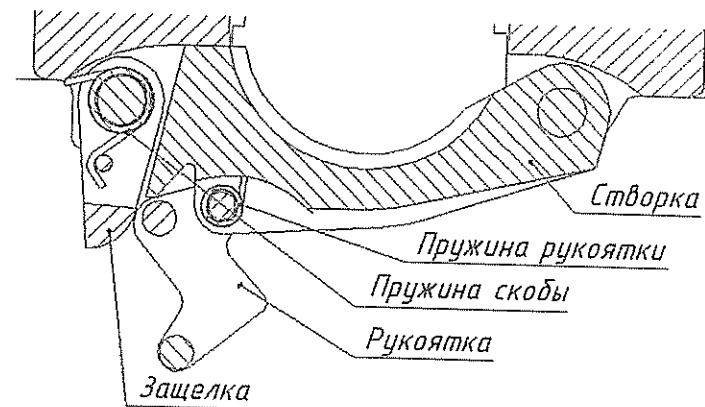

Рисунок 4 – Открывание элеватора, рукоятка отжимает скобу.
Рукоятка (4) служит для снятия фиксации со скобы с последующим открыванием элеватора (см. рис.4). Она крепится к ушкам створки при помощи оси (14).
Открывание элеватора происходит за счет вращения рукоятки (4), которая воздействует на защелку (1) и отталкивает ее (см. рисунок 4). После проведения вышеуказанных действий створка элеватора расфиксируется и может быть открыта.